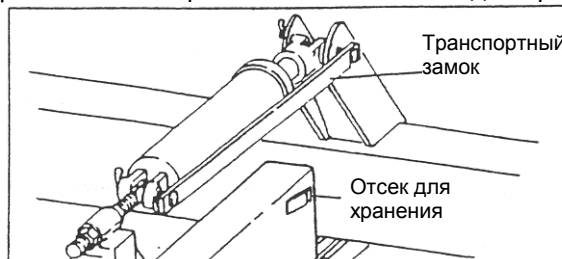

Рис. 10: Транспортный замок в закрытом положении
3. **ВАЖНО:** Удалите транспортные замки. Храните замки в отсеке для хранения, показанном на рис. 10.